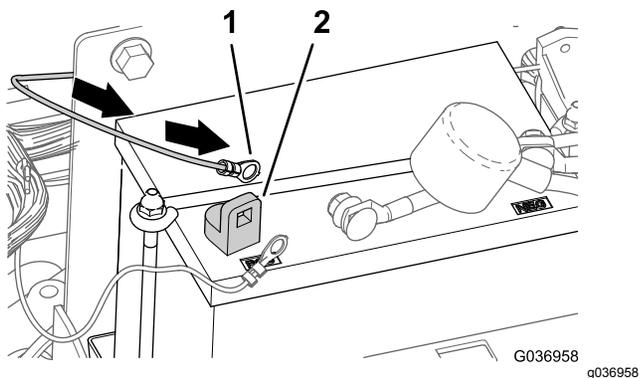

図 10
2. ハーネスのリング端子を、バッテリーのプラス+端子まで持って行く 図 10。